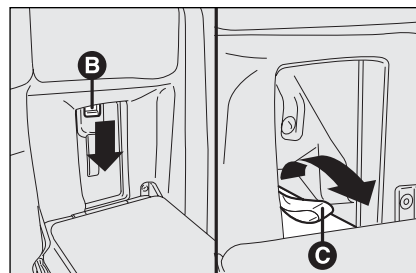

fig. 117
- ☐ premir no botão **B-fig. 117** e abaixe a portinhola. Para fechar a portinhola puxe a lingueta **C**.